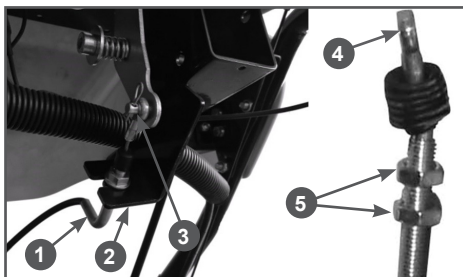

Рис. 11 Установка троса управления дефлектором
10. Подключите трос управления дефлектором к рычагу управления дефлектором. Смажьте наконечник троса 4 и ось 3 рычага управления дефлектором многоцелевой консистентной смазкой CHAMPION EP-0. Установите наконечник троса 4 на ось 3 рычага управления дефлектором и закрепите его шплинтом (Рис. 11). Вставьте оболочку троса в кронштейн 2 панели и затяните гайки 5 (Рис. 11). Проверьте управление дефлектором. При перемещении рычага управления де-